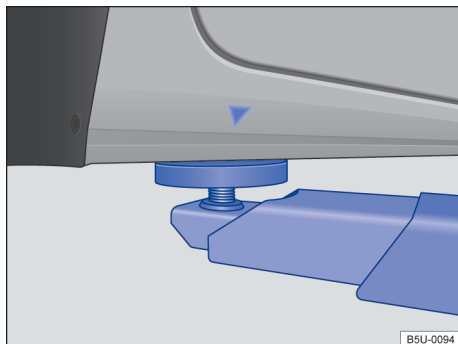
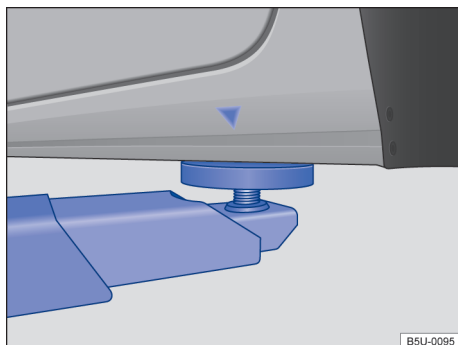

Fig. 164 Pontos de apoio dianteiros para a suspensão com plataforma elevatória ou com macaco.
Fig. 165 Pontos de apoio traseiros para a suspensão com plataforma elevatória ou com macaco.
O veículo deve ser suspenso somente pelos pontos indicados nas figuras → Fig. 164 e → Fig. 165. Se o veículo não for suspenso pelos pontos indicados, podem ocorrer danos no veículo → ⚠️ e ferimentos graves → ⚠️.
- Suspender o veículo somente pelos pontos indicados nas figuras → Fig. 164 e → Fig. 165. Se o veículo não for suspenso pelos pontos indicados, o veículo poderá cair da plataforma elevatória quando, por exemplo, o motor ou a suspensão for desmontado.